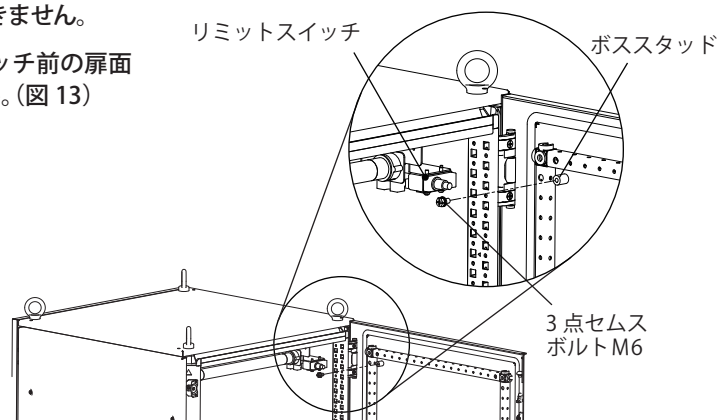

図 13
- ・キャビネットサイズ ヨコ 600mm の際は、リミットスイッチ前の扉面ボススタッドの3点セムスボルト M6 を取外してください。(図 13)